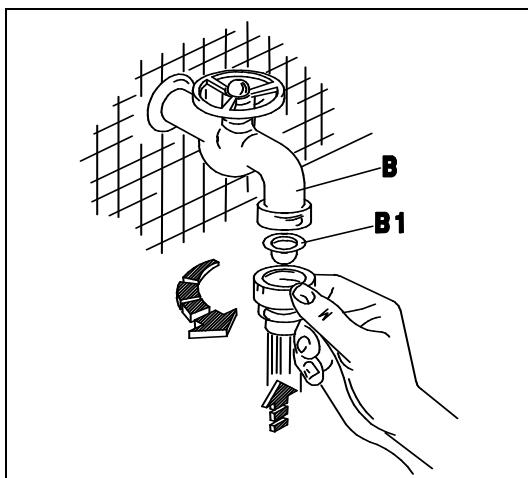
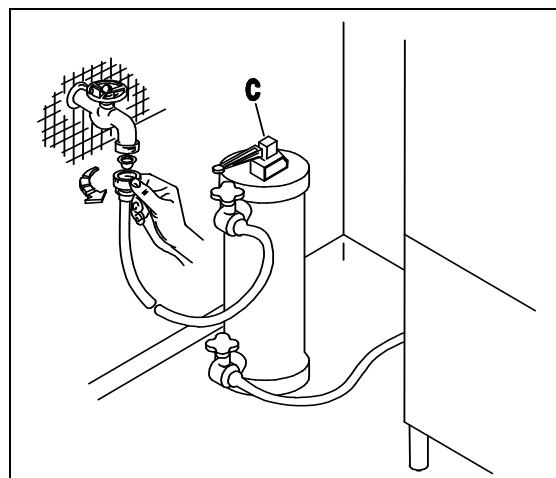
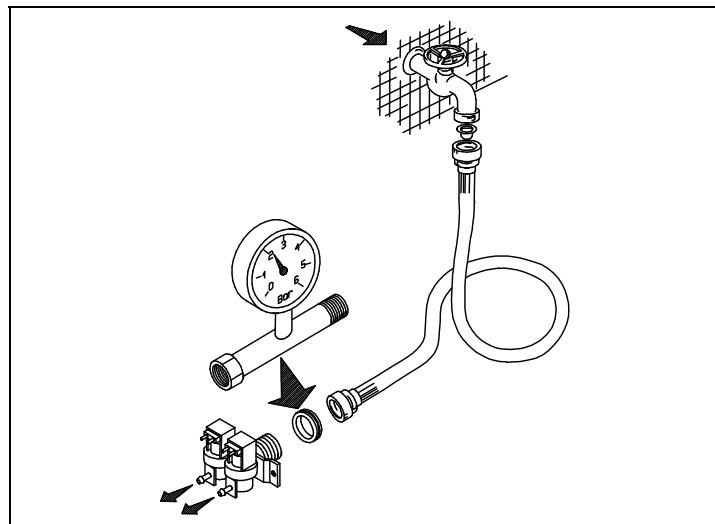
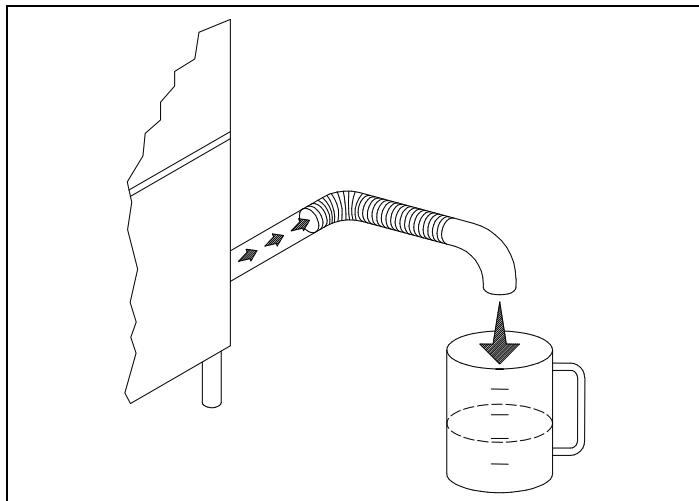

Рис. 2-2
Рис. 2-3
Рис. 2-4
Рис. 2-5
- Прибор предназначен для подключения к системе холодного или горячего водоснабжения (макс. 50÷55°C). При открытом клапане давление в системе должно иметь значение, указанное в Таблице 2-1. Если давление превышает максимально допустимое значение, установите редуктор давления. Если давление составляет меньше минимально допустимого значения, установите вспомогательный нагнетательный насос (макс. 0,5 Hp) производительностью 20 л/мин. и напором 15÷20 метров. Давление необходимо измерять на впуске электромагнитного клапана (см. рис. 2-4). Водопроводные трубы должны иметь внутренний диаметр по меньшей мере 16/18 мм (см. рис. 2-5). Подсоедините подающую водопроводную трубу прибора к запорному крану (B), предпочтительно размещенному рядом с прибором и подходящему для специального фильтра (B1) (см. рис. 2-2). Вверх по потоку от электромагнитного клапана машины рекомендуется установить водоумягчитель (C) (не поставляется) (см. рис. 2-3).
- The appliance is designed for connection to the cold or hot water supply (max. 50÷55°C) at a mains pressure with the valve open as shown in Table 2-1 and a minimum output of 10 litres/min. If pressure exceeds the maximum, fit a pressure reducer. If pressure is lower than the minimum, fit a pressure booster pump of max. 0.5 Hp, with an output of 20 litres/min. and a head of 15÷20 metres. Pressure must be measured at the solenoid valve inlet (see fig. 2-4). The water pipes must have an internal diameter of at least 16/18 mm (see fig. 2-5). Connect the appliance water supply pipe to a cut-out tap (B), preferably placed close to the appliance, fitting the special filter provided (B1) (see fig. 2-2). We recommend fitting a water softener (C) (not provided) upstream from the machine solenoid valve (see fig. 2-3).
- Das Gerät ist für den Anschluss an Warm- und Kaltwasser (max. 50÷55°C) vorgesehen, wobei der Druck bei offenem Ventil dem in Tab.2-1. Bei höherem Druck als dem empfohlenen einen Druckminderer installieren. Bei niedrigeren Druck als empfohlen eine Druckerhöhungspumpe mit max. 0,5 Hp, einer Förderleistung von 20l/min und einer Förderhöhe von 15-20m installieren. Die Druckkontrolle muss am Eingang des Elektroventils erfolgen (siehe Bild 2-4). Die Wasserleitung muss einen Innendurchmesser von mindestens 16/18 mm aufweisen (siehe Bild 2-5). Den Zulaufschlauch des Gerätes an einen möglichst nahegelegenen Wasserhahn (B) anschliessen und den vorgesehenen Filter (B1) anbringen (siehe Bild 2-2). Der Einbau eines Etkalkers (C) wird empfohlen; dieser gehört nicht zur Ausstattung und muss vor dem Elektroventil der Maschine eingebaut werden. (siehe Bild 2-3).
- L'appareil peut être raccordé à l'eau froide ou chaude (50÷55°C max) à une pression, soupape ouverte, comme indiqué dans le tableau 2-1. Si la pression dépasse la pression maximum conseillée, il faut installer un réducteur de pression. Si la pression est inférieure à la pression minimum conseillée, il faut installer une pompe pour faire augmenter la pression de 0,5 Hp max., à un débit de 20 litres /min et à une hauteur d'élévation de 15-20 m. Le contrôle de la pression sera effectué à l'entrée de l'électrovanne (voir fig. 2-4). Les conduites d'eau auront un diamètre interne d'eau moins 16/18 mm (voir fig. 2-5). Raccorder la conduite d'arrivée de l'eau de l'appareil à un robinet secondaire (B), installé si possible tout près de l'appareil, après avoir intercalé le filtre spécial fourni (B1) (voir fig. 2-2). Nous conseillons d'installer un adoucisseur (C) (non fourni) qui sera monté en amont de l'électrovanne de la machine (voir fig. 2-3).
- Este aparato se puede alimentar con agua caliente o fría (máx. 50÷55°C); la presión del agua con válvula abierta está indicada en la tabla 2-1. En caso de que la presión fuera superior a la máxima que se aconseja, instale un reductor de presión; si fuera demasiado baja, instale una bomba de aumento de presión de 0,5 Hp (máximo), con un caudal de 20 litros por minuto y una altura de elevación de 15 a 20 m. El control de la presión se debe efectuar en la entrada de la electroválvula (véase fig. 2-4). La tubería del agua debe tener un diámetro interior de 16-18 m. por lo menos (véase fig. 2-5). Conecte el tubo de alimentación del agua del aparato a un grifo de paso (B), que irá montado preferentemente muy cerca del aparato, tras interponer el filtro (B1) del equipamiento base (véase fig. 2-2). Es aconsejable instalar un descalcificador (C) (que no forma parte del equipamiento base). El descalcificador irá montado antes de la electroválvula de la máquina (véase fig. 2-3).
- O aparelho é predisposto para ser alimentado com água fria ou quente (máx 50÷55°C), com uma pressão, com a válvula aberta, como indicado na Tab 2-1 e com um fluxo de 10 lt/min. No caso de uma pressão superior à máxima indicada, é necessário instalar um redutor de pressão. No caso de a pressão ser inferior à indicada, é necessário instalar uma bomba de máx 0,5 Hp, com um fluxo de 20 lt/min. O controle da pressão deve ser efetuado na entrada da electroválvula (ver figura 2-4). O tubo de água ou mangueira deve ter um diâmetro interno de pelo menos 16/18 mm (ver fig. 2-5). Conectar o tubo de
alimentação de água do aparelho à uma torneira de fechamento manual (B), colocada de preferencia proxima ao aparelho, conectando o filtro em dotação (B1) (ver fig. 2-2). Aconselha-se a instalação de depurador (filtro) de águas duras (calcário) (C), o qual não é previsto no fornecimento da máquina, montado antes da entrada da electroválvula (ver fig. 2-3).
- Het apparaat is geschikt voor aansluiting op warm of koud water (max. 50-55°C), met een druk bij geopend ventiel zoals aangegeven in Tab. 2-1. Bij een hogere druk dan de geadviseerde maximum druk moet er een drukregelaar geïnstalleerd worden. Bij een lagere druk dan de geadviseerde minimum druk moet een drukverhogingspomp van max. 0,5 Hp geïnstalleerd worden met een opbrengst van 20 l/min en een opvoerhoogte van 15-20 m. De controle van de druk moet op de ingang van het elektroventiel gecontroleerd worden (zie afb. 2-4). De waterslang moet een inwendige diameter van ten minste 16/18 mm hebben (zie afb. 2-5). Sluit de watertoeverslang van het apparaat aan op een afsluitkraan (B) die bij voorkeur dicht bij het apparaat geplaatst moet zijn en zet het speciale meegeleverde filter (B1) ertussen (zie afb. 2-2). Er wordt geadviseerd om een waterontharder (C) (niet meegeleverd) te installeren, die vóór het elektroventiel van de machine geplaatst moet worden (zie afb. 2-3).